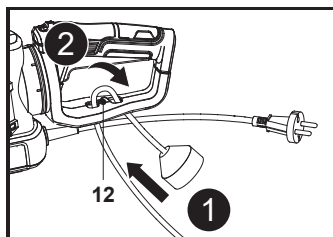

Fig. 2
1. Dobre o prolongador para trás, a cerca de 20 cm da extremidade, e introduza o laço pelo orifício do retentor de cabo (12) e pendure-o no gancho (Fig. 2, passos 1 e 2).